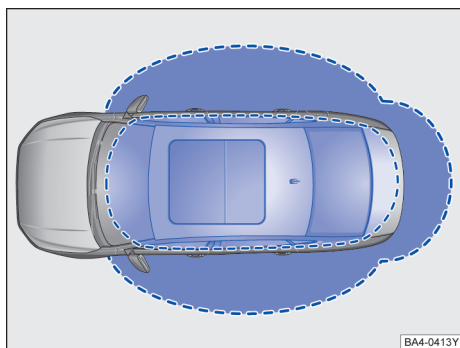
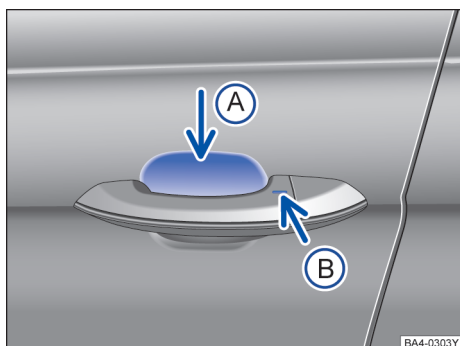

图 48 无钥匙进入闭锁/启动系统：工作范围
图 49 无钥匙系统 Kessy：车门拉手上的传感区
Kessy 是一种无钥匙系统，它可以实现在不操作遥控钥匙的情况下解锁或锁止汽车。操作者只需随身携带一把有效遥控钥匙，并处于车门或行李厢盖的有效感应区域内→图 48，同时触摸车门拉手上的传感区之一→图 49 或按压行李厢盖上的按钮即可实现。
如果有一把有效遥控钥匙在有效感应区域→图 48 内，则无钥匙系统 Kessy 会将访问权限授予该钥匙。紧接着可以在不主动操作遥控钥匙的情况下执行以下功能：
- 抓住车门拉手→图 49（箭头 A）。
- 触摸车门拉手上的传感区→图 49（箭头 B）一次。汽车锁止。
如果在行李厢盖的有效感应区域→图 48 有一把有效的遥控钥匙。
- 要便捷关闭所有电动车窗和天窗，请用手指按住车门拉手上的传感区→图 49(B)几秒钟。
如果有水柱或水流从车门把手传感器→图 49(A) (箭头)处暂时移开，然后又移回(例如洗车时)，则所有车窗均有可能打开→第 59 页，便捷功能。